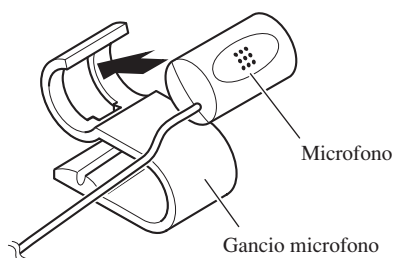

Fig. 19
1. Installare il microfono sul gancio microfono. (Fig. 19)